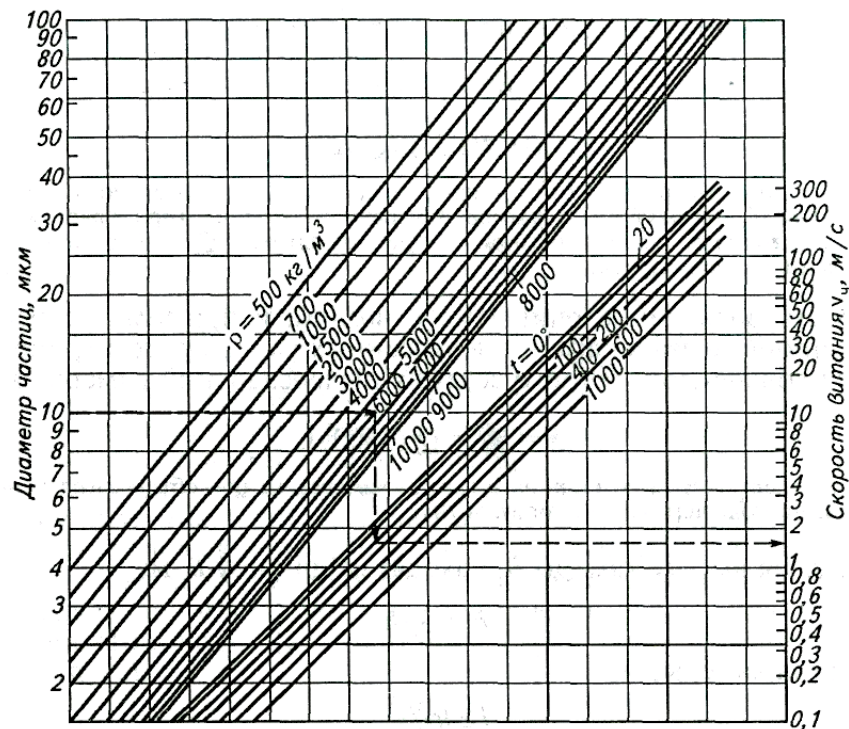

Рис. 1. Номограмма для определения скорости витания частиц пыли:  $\rho$  – плотность частиц пыли,  $\text{кг/м}^3$ ;  $t$  – температура газа,  $^\circ\text{C}$
**Решение.** По номограмме (см. рис. 1) находим скорость витания частиц пыли: